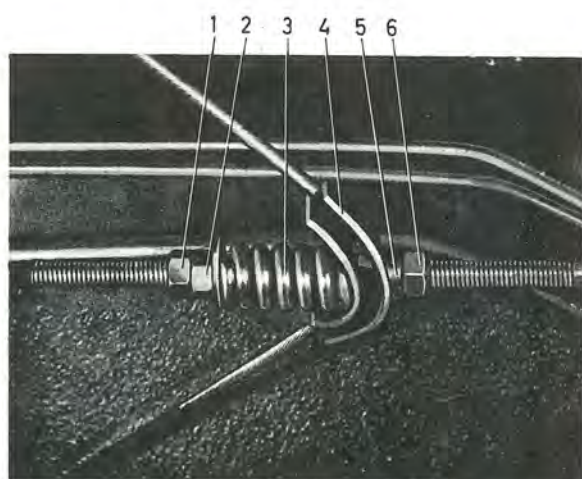
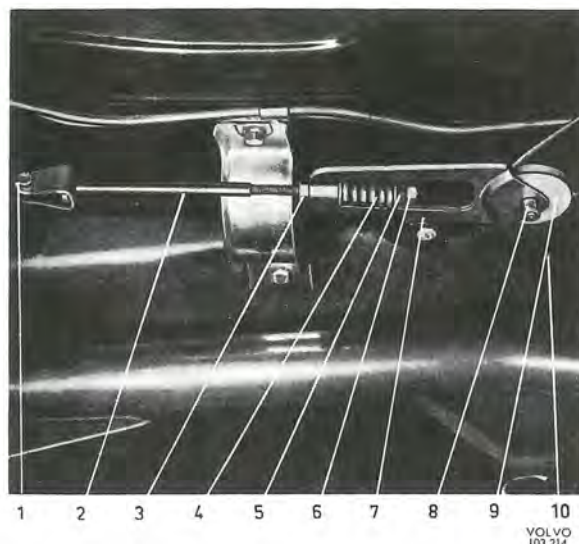

Bild 100. Bromsdetaljer, tid. utf.
Bild 101. Bromsdetaljer, sen. utf.
6. Dra i manöverspaken och kontrollera att fullbromsning erhålls vid 3:e—4:e spärrhacket. Kan spaken dras längre upp spänns vajern. Lossa därvid låsmuttrarna och skruva in dragbygeln (4 bild 100) respektive blocket (7 bild 101) på dragstången. Dra åt låsmuttrarna efter justeringen. Kontrollera att ungefär samma bromskraft erhålls på båda bakhjulen.
3. Demontera dragbygeln (4, bild 100) respektive blocket (7, bild 101).
1. Skall nya belägg eller trumma monteras lossas justeranordningen (bild 100 resp. 101) så att ingen förspänning finns i vajern.